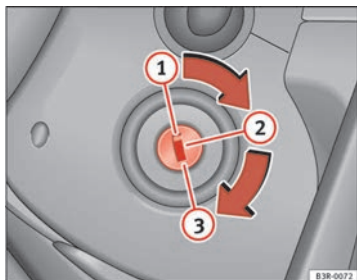

Abb. 139 Stellungen des Zündschlüssels
- Drehen Sie den Zündschlüssel in Position  ⇒ Seite 175, Abb. 139.